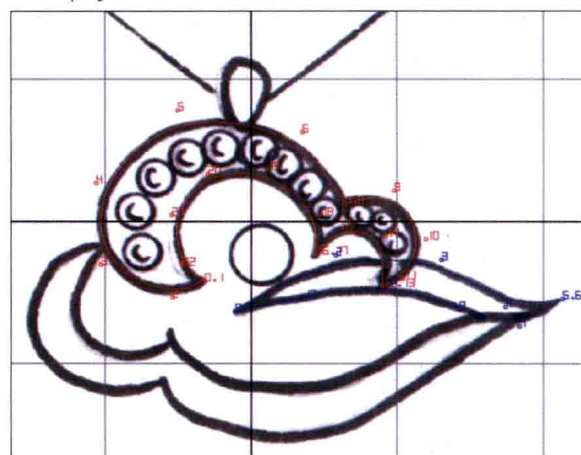

图1-14 继续绘制第二部分图形
(3) 按照第一部分的绘制方式, 继续绘制第二、第三部分及瓜子扣部分的曲线(图1-14到图1-16)。